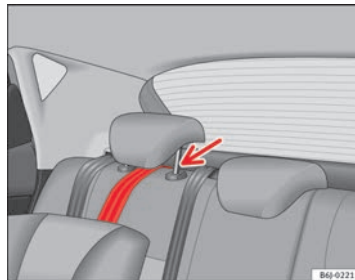

Fig. 28 Sangle de fixation : pose et dépôt correcte
- Dirigez la sangle de fixation du Top Tether sous l'appuie-tête arrière ⇒ **fig. 28** (soulevez l'appuie-tête si nécessaire).